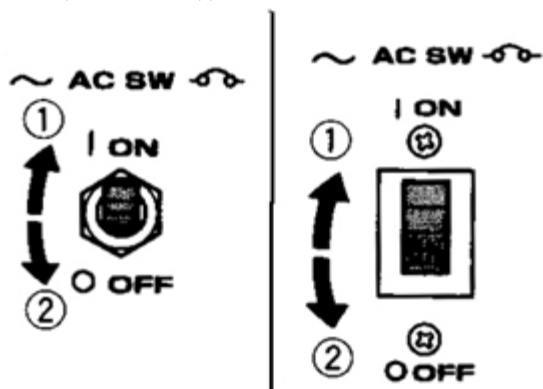

Рис.19
- в положення ON («УВИМК.»)(Рис.19)